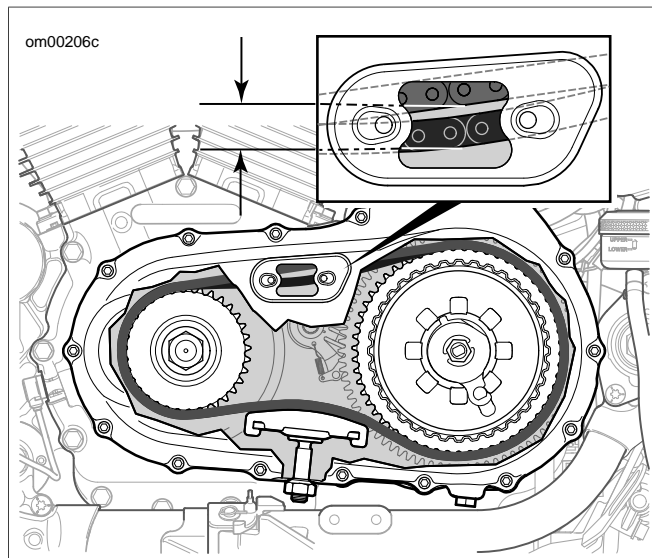

Abbildung 39. Primärkettenspiel
2. Siehe Abbildung 39. Die beiden Innensechskantschrauben und den Primärketteninspektionsdeckel entfernen.